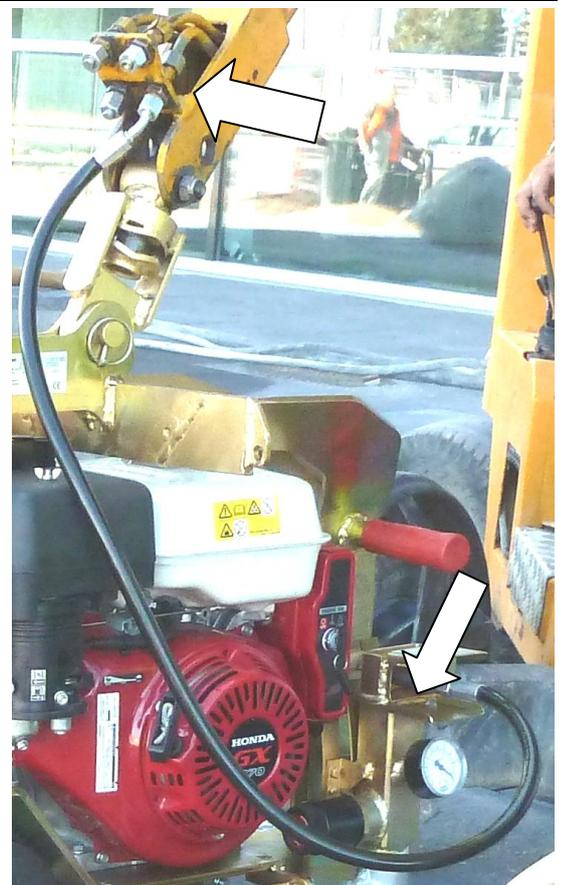

Fig. 6a
- Installer l'accessoire « PJ-b-HAE » (n° de commande : 4190.0122) et poser une conduite hydraulique vers l'engin porteur pour pouvoir déposer la dalle de pierre depuis le siège du conducteur (de l'engin porteur) grâce au dispositif de libération à actionnement hydraulique. (→ Fig. 6a).